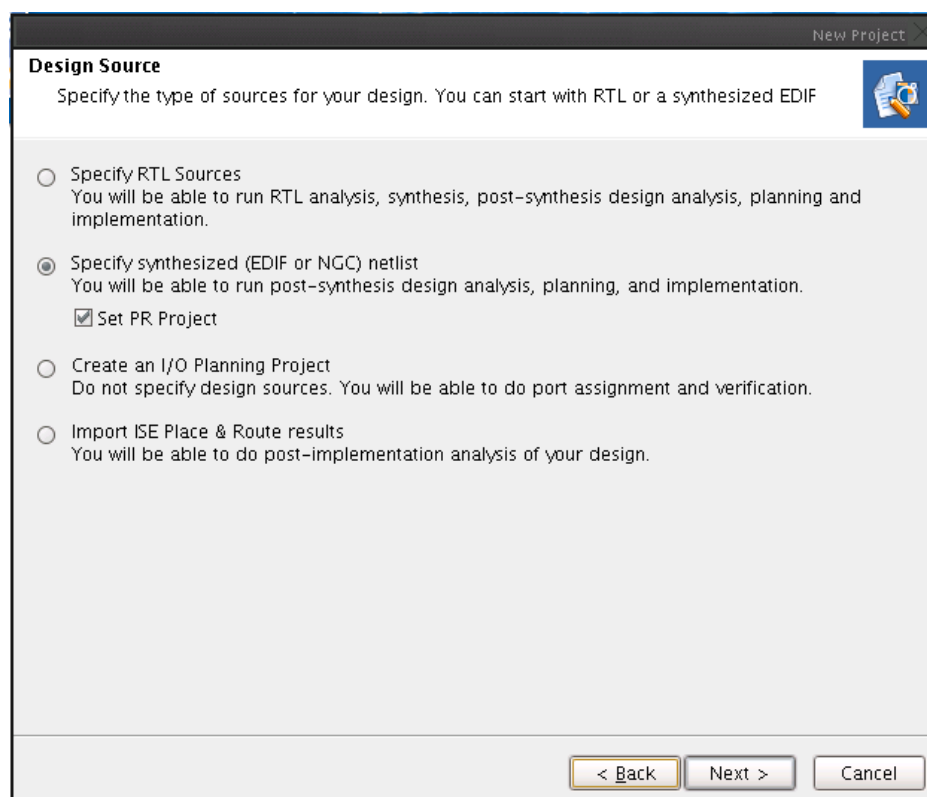
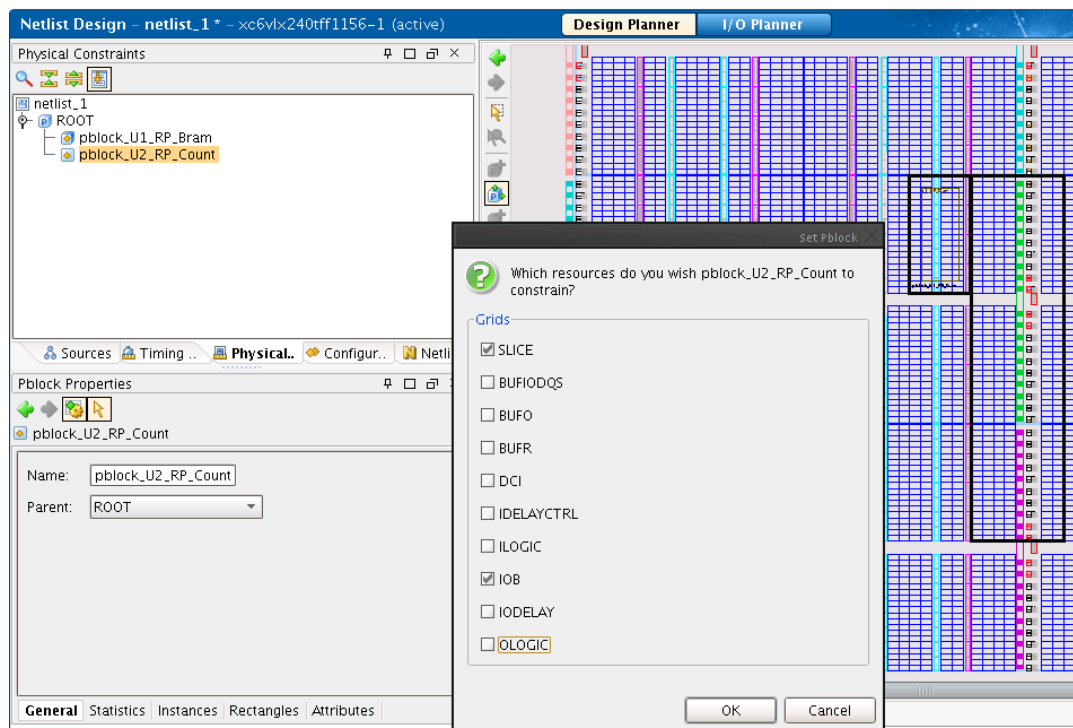

図 3 : デザイン ソースの指定
図 13 : Pblock リソース (pblock_U2_RP_Count) の設定
2-1-5 [Specify synthesized (EDIF or NGC) netlist] をオンにし [Set PR Project] をオンにしたら [Next] をクリックします (図 3)。
- 6-2-2 長方形を描画したら、図 13 のように [SLICE] と [IOB] リソースをオンにし、[OK] をクリックします (図 3)。リコンフィギュラブル モジュールに入力または出力フリップフロップ (またはその他の入力/出力ロジック) がある場合は、ILOGIC および OLOGIC のようなその他のロジックもオンにできます。このデザインには、そのようなリソースは含まれません。